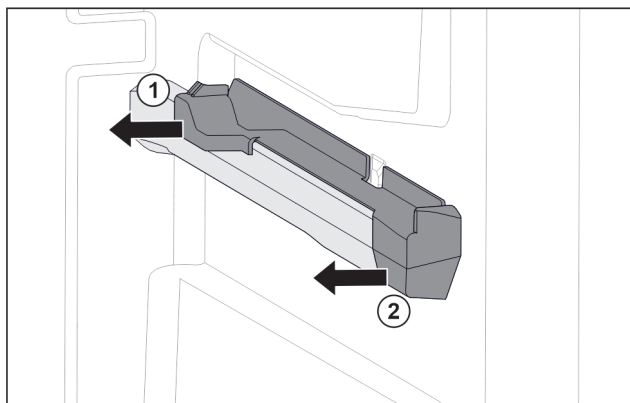

Fig. 77 Natični nastavek na desnemu nastavku za posodo
- ▶ Natični nastavek zadaj izvlecite v stran. Fig. 77 (1)
- ▶ Natični nastavek spredaj izvlecite v stran. Fig. 77 (2)